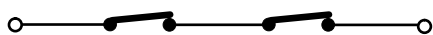

Fig. 32
**N.B. Si deux ou plusieurs dispositifs de sécurité ont la même fonction (ouverture, fermeture et fermeture et bord), il faut connecter les contacts en série entre eux (fig. 32).**
Pour installer plusieurs dispositifs de sécurité, connecter les contacts N.F. en série (fig. 32).